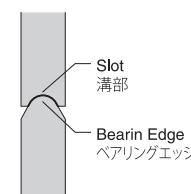
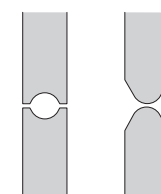

Fig.2-1 / 図2-1
Fig.2-2 / 図2-2
- Place the other two Shells on the first Shell in your desired order. Make sure the shells are properly aligned with the Slot side fitting onto the Bearing Edge of the corresponding shell beneath it. (Fig. 2-1)
Failure to do so may result in damage to the shells or drum. (Fig. 2-2)
残りの2つのシェルを重ねます。この際、シェルの上下の向きに注意してベアリングエッジと溝部がしっかりと合はるようになしてください (図 2-1)。向きを間違えたまま組み立てると、シェルまたはドラムが破損する原因となります (図 2-2)。